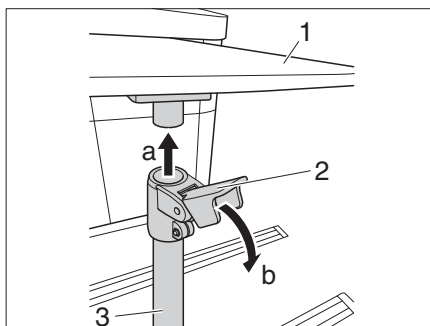

Figure 12 Bloquer le pied d'appui
- Pivoter le plateau de table (Figure 12, 1) de 90°.
- Insérer le pied d'appui (Figure 12, 3) dans le plateau de table (a).
- Pousser le dispositif de serrage (Figure 12, 2) vers le bas (b).